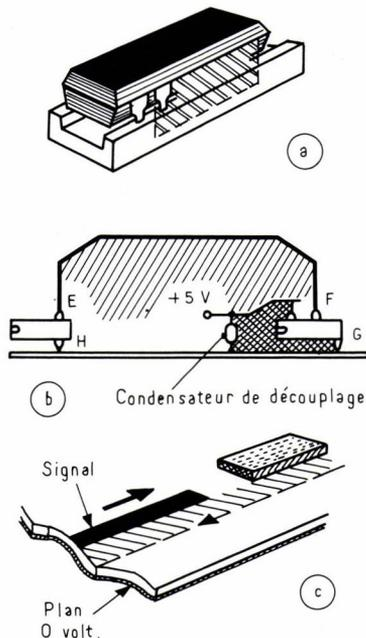

Fig. 3 : Éléments rayonnants dans un circuit imprimé
Le circuit rayonnant, autrement dit l'antenne fortuite, peut comprendre (voir Fig. 3) :
- les pistes signaux entre chips, le retour se faisant par les pistes zéro volt. Ces boucles sont les plus critiques car, dans certaines cartes (surtout celles dessinées en CAO) certaines pistes font pratiquement tout le tour de la carte. Dans la figure 3 B) par exemple, la piste EFGH est une antenne rayonnante considérable ;